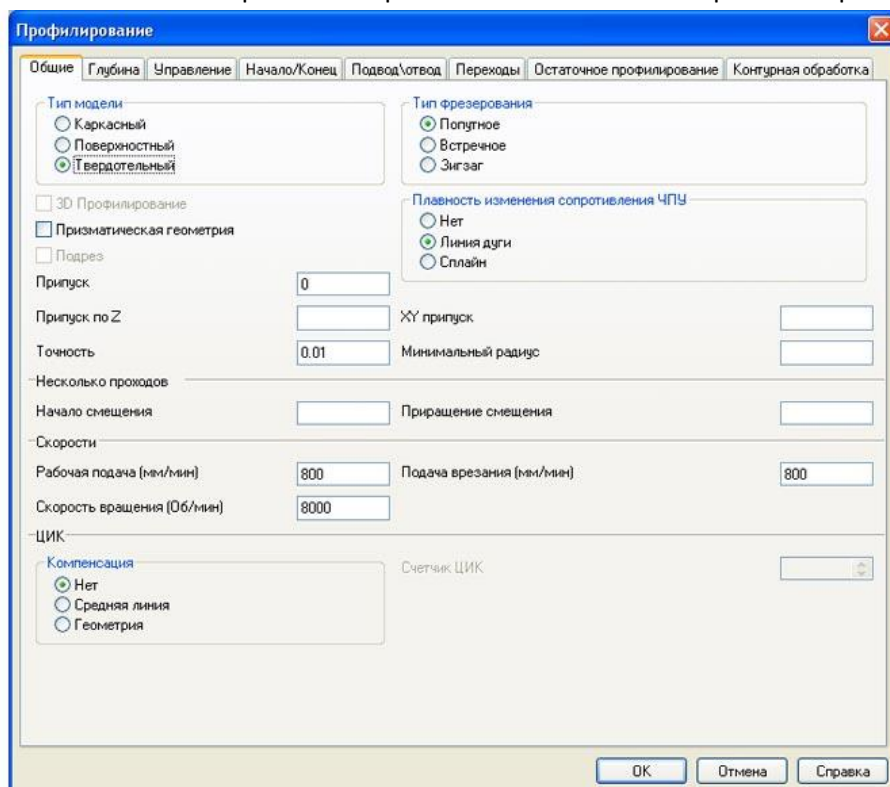

Рис. 8. Edgescam. Указать тип модели твёрдотельный
- Общие - указать тип модели «твёрдотельный» (рис.8);